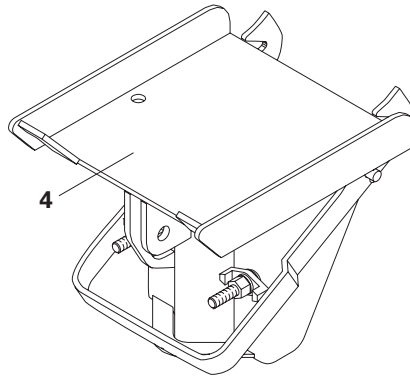

Fig. A4.01
La testa girevole per tavoli è composta dalle parti superiore e centrale, montate fisse sul tavolo, e dalla parte inferiore (4) che viene fornita smontata. (Fig. A4.01)